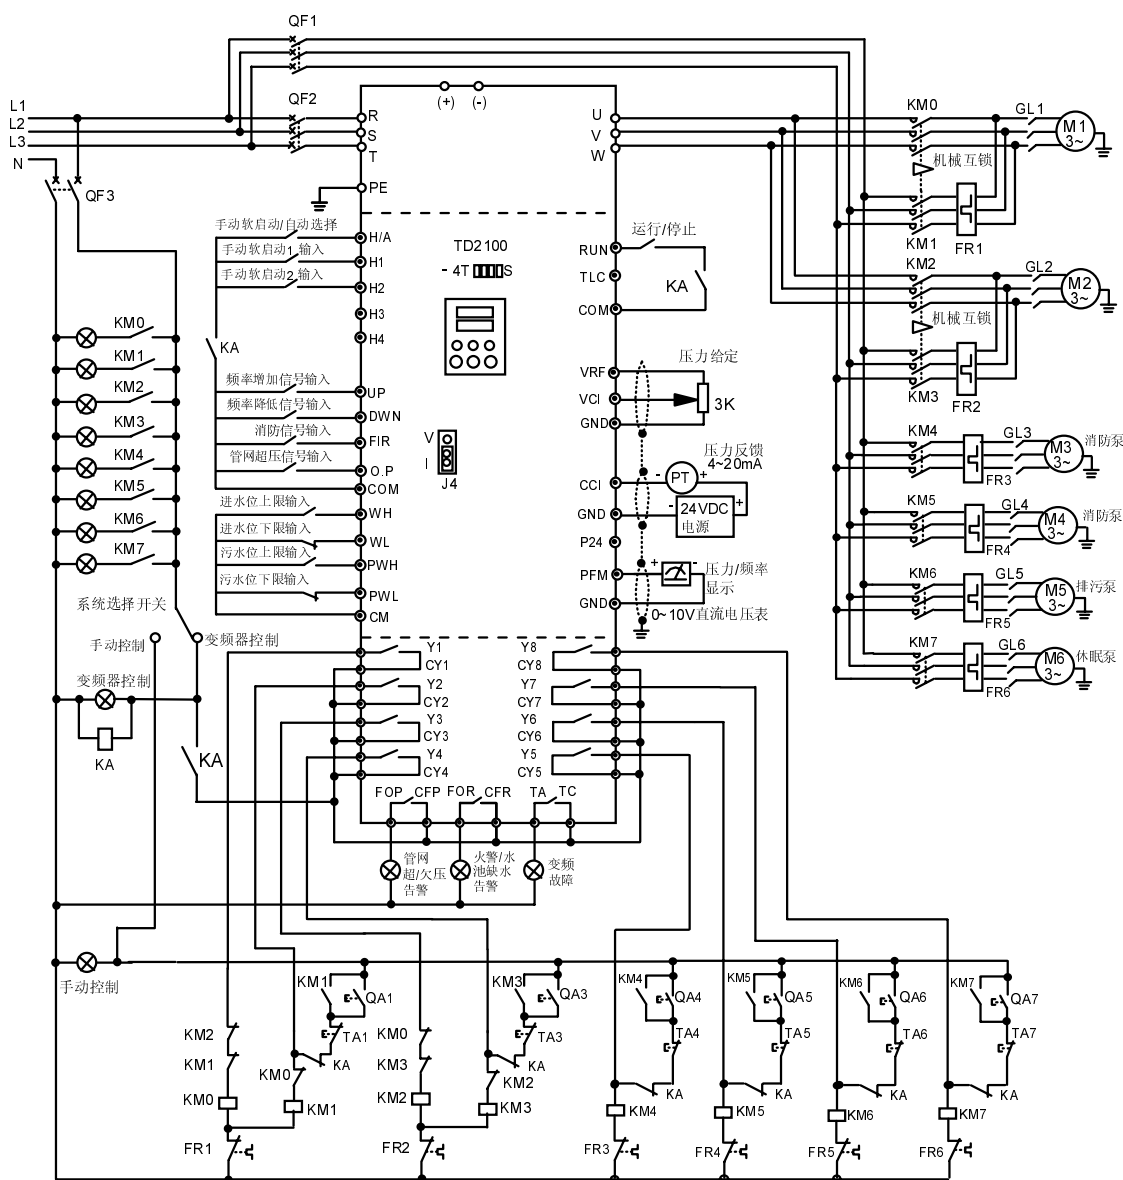

图3-13 带2台常规泵的变频循环方式（典型应用：2台常规泵一用一备方式）
10. F107=1：端子控制为三线运转控制方式，此种方式适用于采用电磁控制开关触点的场合；也可以采用普通控制方式，其接线见图3-13或表3-4，此时F107=0；
2. 功能码设置见图3-13。